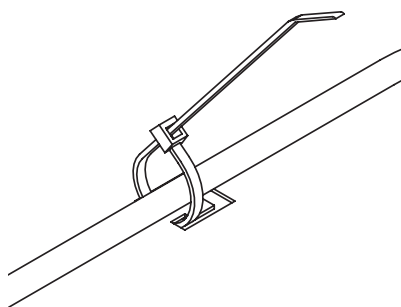

Fig. 129 Fissare i cavi con una fascetta per cavi come scarico della trazione
- ▶ Fissare tutti i cavi alla linguetta punzonata con una fascetta per cavi come scarico della trazione – Fig. 129.